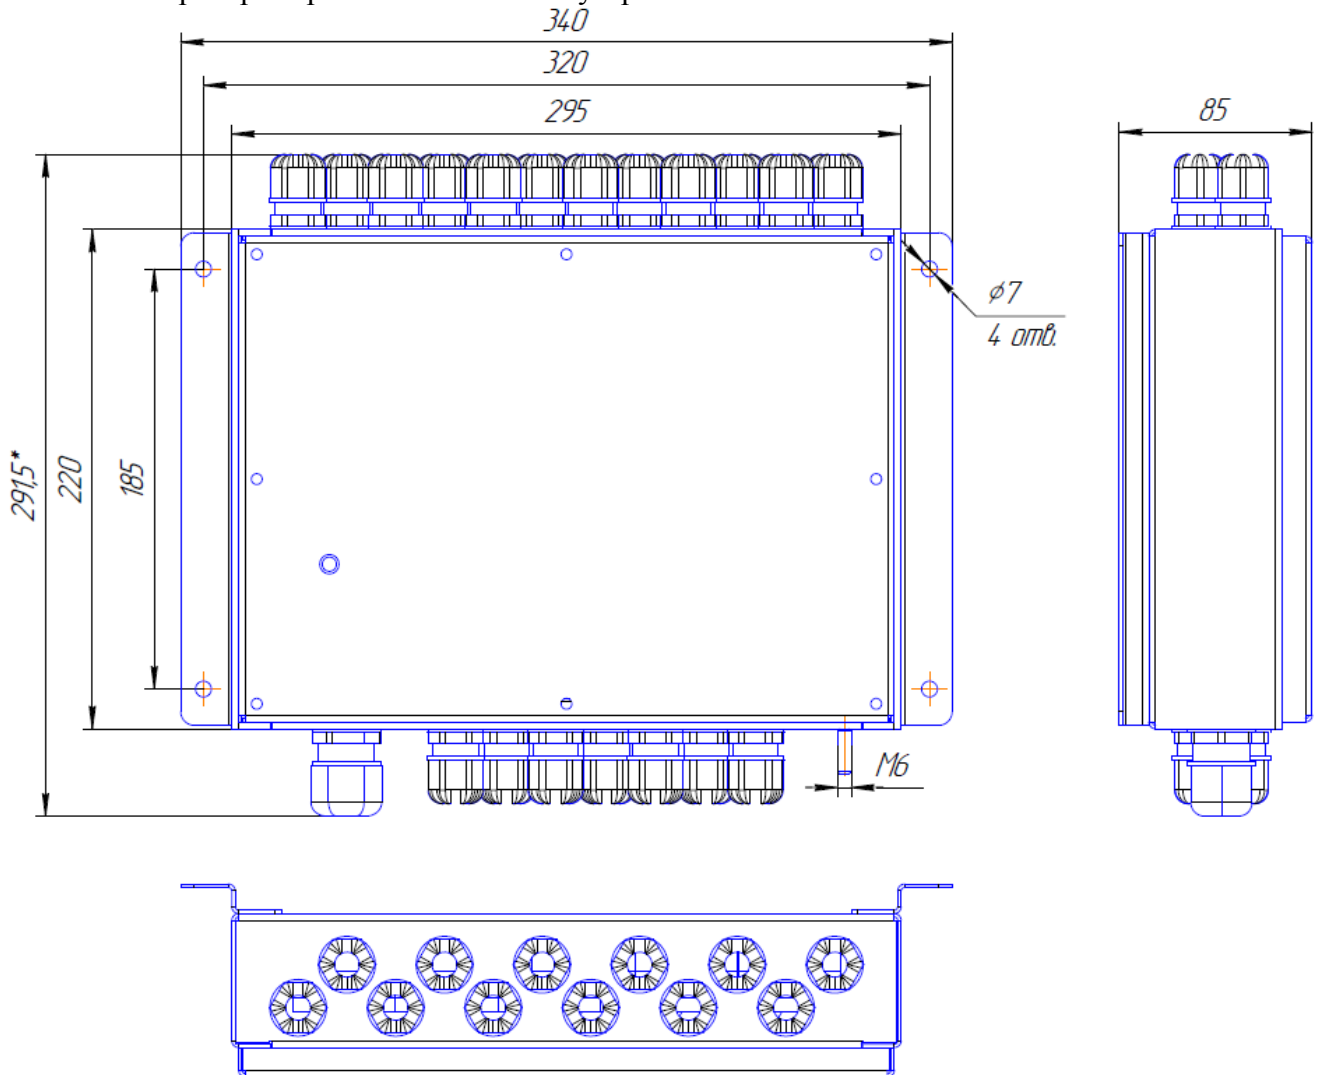

Рисунок 3. Габаритный чертеж устройства.
2. Корпус устройства прочно закрепите на вертикальной стенке и усилием руки проверьте надежность его крепления (Рисунок 3, размеры для установки);